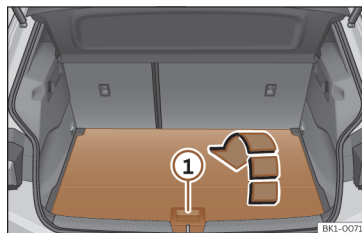

Fig. 164 Na bagageira: abrir o segundo piso da bagageira.
- Para **abri-lo**, segure a pega >>> **Fig. 164** ① e dobre a parte traseira do piso da bagageira para a frente, no sentido da seta.
- Para **fechá-lo**, desdobre o piso da bagageira e coloque-o com precaução >>> ①.